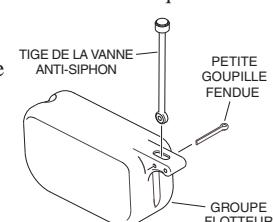

Figure 2
- Placez la tige de la vanne anti-siphon dans la fente du flotteur puis faites glisser la goupille fendue de 1-1/8" (la plus petite des deux goupilles fendues) à travers le flotteur et la tige de la vanne (voir figure 2). Ouvrez ensuite légèrement l'extrémité de la goupille. Lorsqu'il est correctement monté, le groupe tige de vanne doit pivoter sans accrocher autour de la goupille fendue à l'intérieur du flotteur.